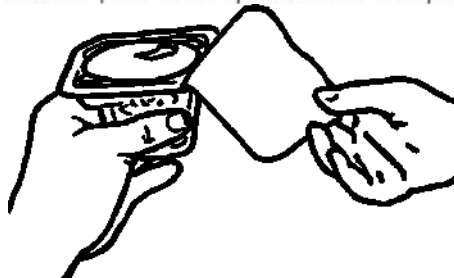

Рисунок 11. Удаление крышки с внешнего контейнера.
1. Извлеките стерильный внутренний лоток из внешнего (см. рис. 11). Не прикасайтесь к нестерильной внешней поверхности внешнего лотка.